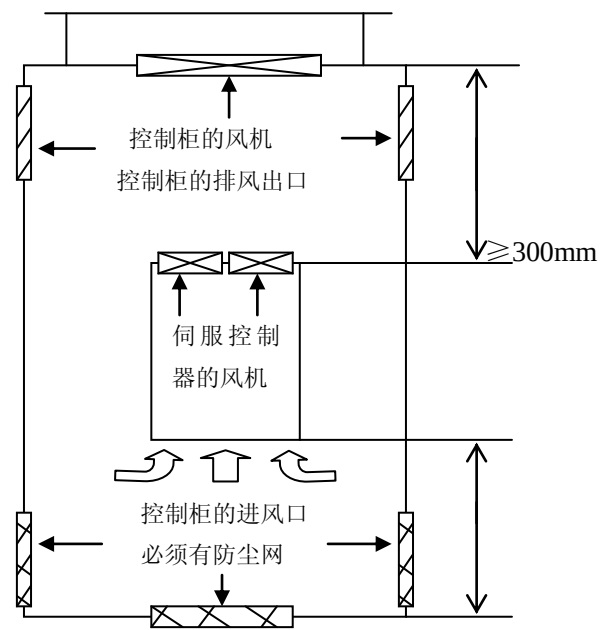

图 2.3 伺服控制器在多粉尘现场的安装示意图
- 在多粉尘现场，特别是多金属粉尘、絮状物的场所使用伺服控制器时，请采取正确、合理的防尘措施以确保伺服控制器正常工作。按照图 2.3 所示进行安装，并注意以下事项：